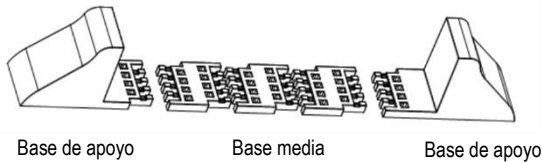

Figura 5-2 Instalación de la base de soporte con la base intermedia
2. Si elige conectar un armario de baterías externo al SAI para proporcionar tiempo de funcionamiento adicional de la batería, monte la base central y la base de soporte juntas utilizando las hebillas de conexión, como se muestra en la Figura 5-2.